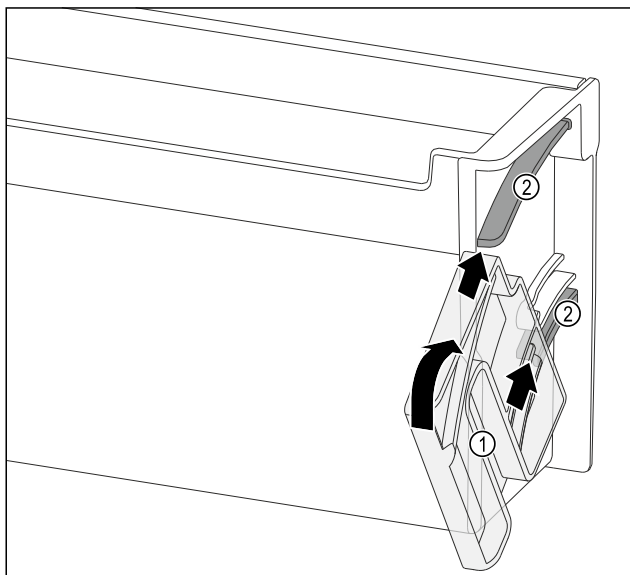

Fig. 114
- Позиционирайте завъртащото устройство Fig. 114 (1) така, че прорезите да са точно срещу направляващите канали Fig. 114 (2) на рафта на вратата.
- Завъртете завъртащото устройство Fig. 114 (1) в показаната посока.